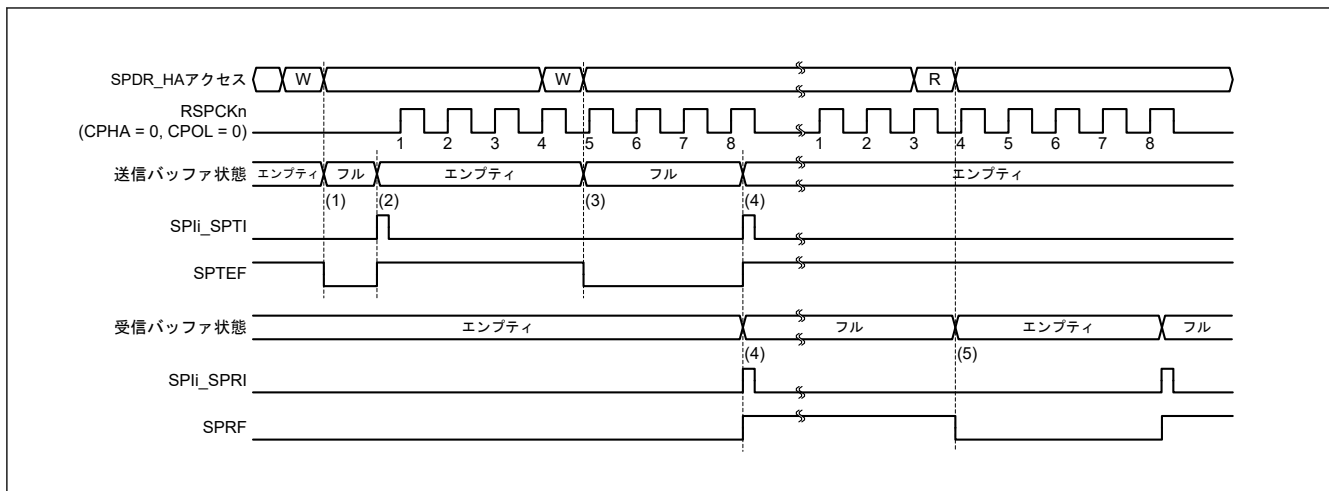
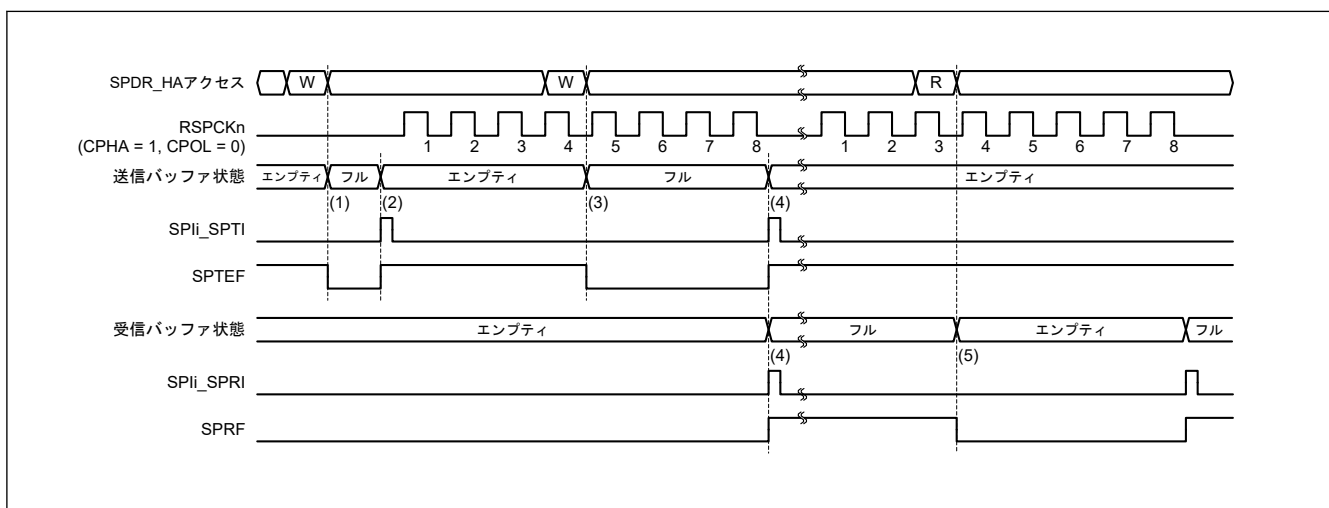

図 30.29 SPIi_SPTI、SPIi_SPRI 割り込みの動作例 (CPHA = 0、CPOL = 0)
図 30.30 SPIi_SPTI、SPIi_SPRI 割り込みの動作例 (CPHA = 1、CPOL = 0)
図 30.29 および図 30.30 に、送信バッファエンプティ割り込み (SPI_i_SPTI) と受信バッファフル割り込み (SPI_i_SPRI) の動作例を示します。図 38.26 および図 38.27 に記載した SPDR レジスタアクセスは、SPDR_HA レジスタへのアクセス状況を示しています。W は書き込みサイクル、R は読み出しサイクルを示しています。図 30.29 では、SPCR.TXMD ビットが 0、SPDCR.SPFC[1:0] ビットが 00b、SPCMDm.CPHA ビットが 0、SPCMDm.CPOL ビットが 0 の設定で、SPI が 8 ビットのシリアル転送を実行しています。図 30.30 では、SPCR.TXMD ビットが 0、SPDCR.SPFC[1:0] ビットが 00b、SPCMDm.CPHA ビットが 1、SPCMDm.CPOL ビットが 0 の設定で、SPI が 8 ビットのシリアル転送を実行しています。RSPCK_n 波形の下に記載した数字は、RSPCK サイクル数 (= 転送ビット数) を示しています。
以下に、図 30.29 および 図 30.30 の (1)~(5) での SPI の動作内容を説明します。